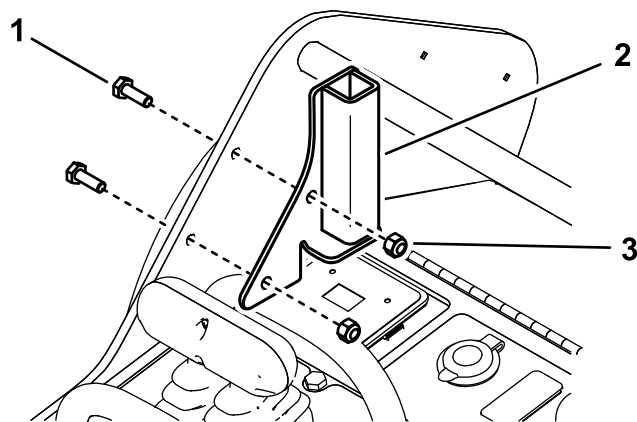

Figura 7
- Montate la staffa di protezione sinistra sulla struttura sinistra servendovi di 2 bulloni (1/4" x 3/4") e 2 dadi di bloccaggio (1/4") come illustrato nella Figura 7.
- Montate la staffa di protezione destra sulla struttura destra servendovi di 2 bulloni (1/4" x 3/4") e 2 dadi di bloccaggio (1/4"), analogamente a Figura 7.